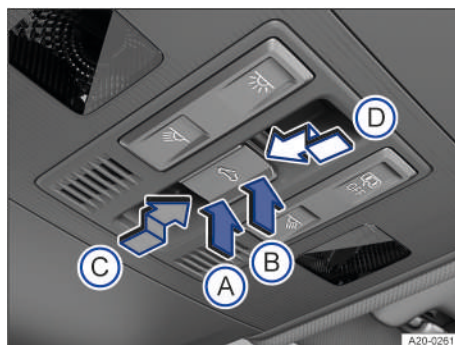

Fig. 84 En el revestimiento interior del techo: tecla del techo de cristal.
- Función manual: presione la tecla en la dirección → **fig. 84 B** hasta el primer nivel.
- Función automática: presione la tecla en la dirección → **fig. 84 B** hasta el segundo nivel.
- Función manual: presione la tecla en la dirección → **fig. 84 A** hasta el primer nivel.
- Función automática: presione la tecla en la dirección → fig. 84 A hasta el segundo nivel.
- Función manual: presione la tecla en la dirección → fig. 84 C hasta el primer nivel.
- Función automática hasta la posición de confort: presione la tecla en la dirección → fig. 84 C hasta el segundo nivel.
- Función manual: presione la tecla en la dirección → fig. 84 D hasta el primer nivel.
- Función automática: presione la tecla en la dirección → fig. 84 D hasta el segundo nivel.
1. Presione de nuevo la tecla en la dirección → fig. 84 C o → fig. 84 D.